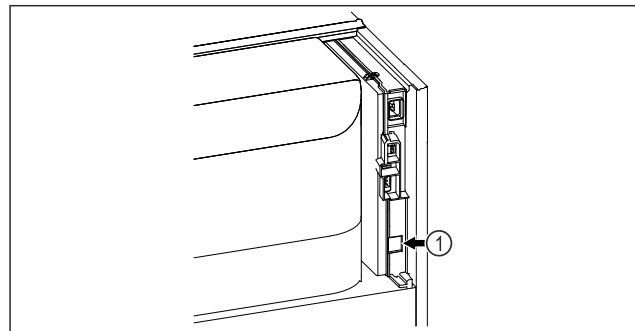

Fig. 95
- Използва се SmartModule Fig. 95 (1).